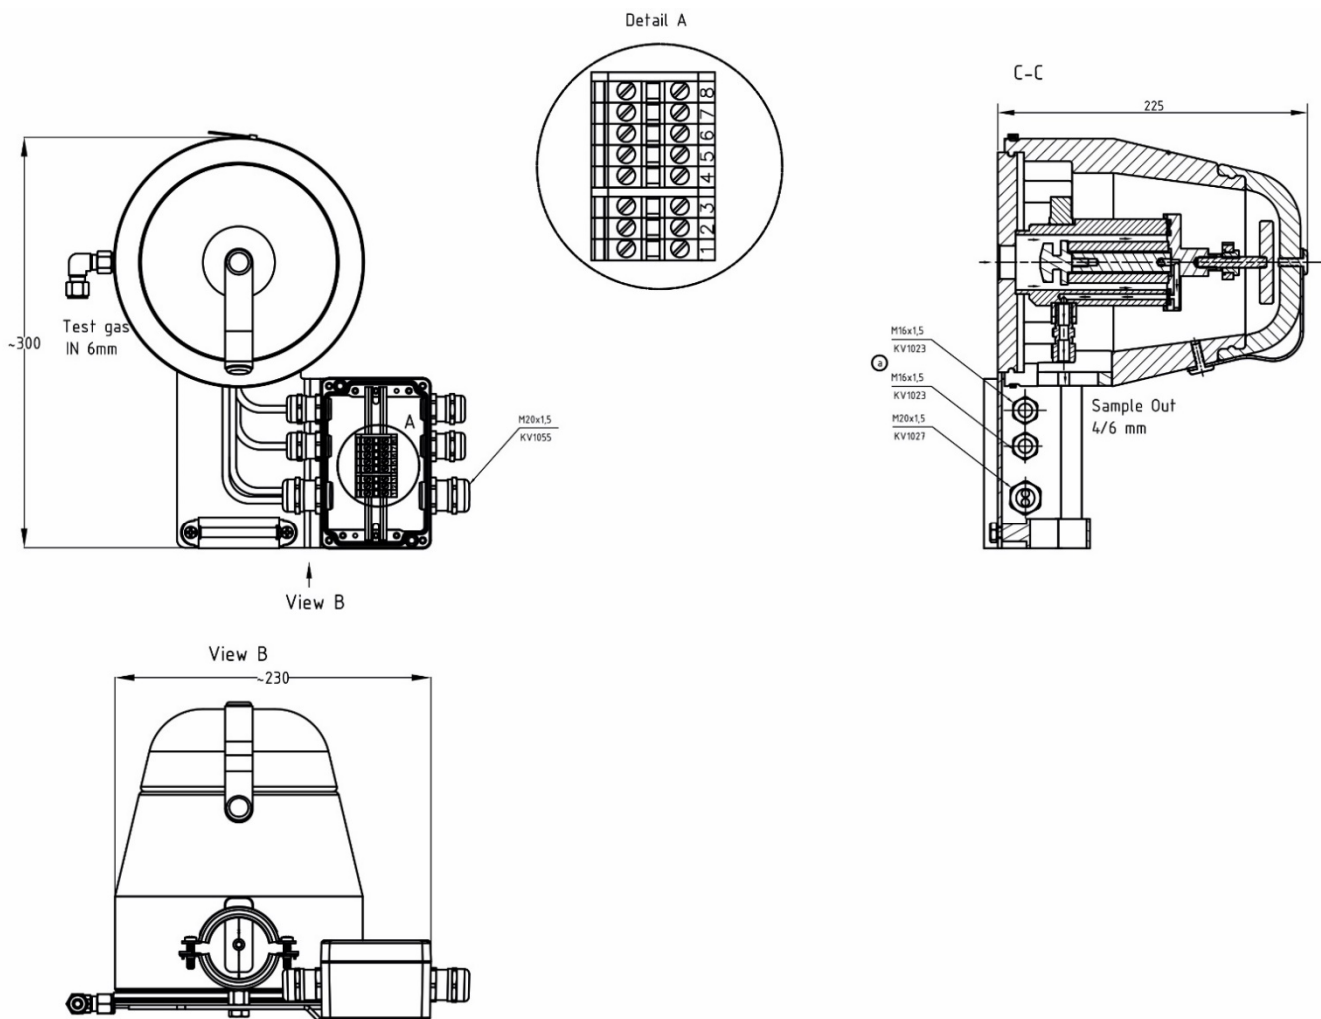

Abbildung 1 Abmessungen und Aufbau SP180-H-EX2/PT100 T\*
- Für den Anschluss der Kalibriergasleitung steht eine Rohrverschraubung der Dimension  $\varnothing 6 \times 1$  mm (DN 4/6) zur Verfügung (siehe Abb. 1).